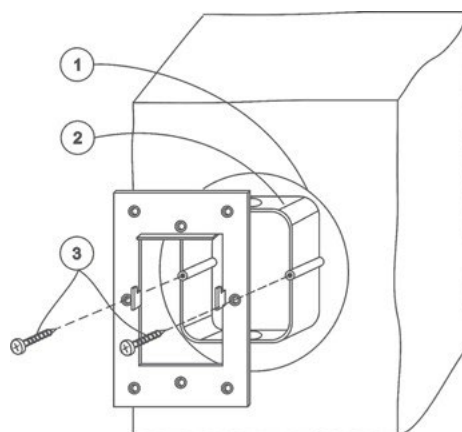

Рис.14
2. В подготовленное место установить монтажную коробку (из комплекта изделия). Коробку зафиксировать на стене саморезами через отверстия в дне коробки при помощи дюбелей, либо с помощью раствора (гипсовая, песчано-цементная смесь и пр.) (см. рис. 14).
3. На установленную монтажную коробку саморезами (в комплекте) закрепить монтажную металлическую рамку (из комплекта изделия). Выступы, находящиеся в центральной части рамки, фиксирующие панель управления на стене должны быть ориентированы на себя, зубцами вверх. (см. рис. 14).